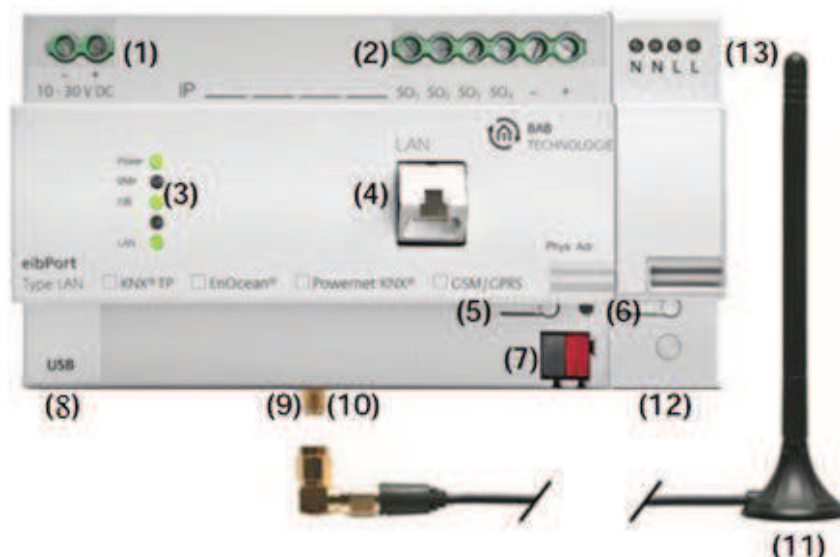

Figura 1: Visión general de dispositivo
Conecte la fuente de alimentación, respetando la polaridad, en la clema de conexión (figura 1, (1)).
Para programar el eibPort es necesario acceder a través de LAN. Esto puede hacerse tanto usando una red existente LAN o mediante conexión directa. Conecte el cable de red (LAN) en el conector RJ 45 (figura 1, (4)).
- ✓ Asegurar un buen conexionado del conector KNX (figura 1, (7)).
- ✓ Una el acoplador de PowerNet con la alimentación (figura 1, 13)
- ✓ Atornille el SMA en el conector de SMA para ajustarlo (figura 1, (9, 10)).
- ✓ Atornille el enchufe de SMA en el conector de SMA para ajustarlo (figura 1, 9, 10).
- ✓ Conecte el dispositivo 1-Wire /bus a la Terminal USB (Figura 1, (7)). Por cada adaptador de bus 1-wire, una red 1-wire puede conectarse al eibPort. Para la mayoría de las aplicaciones el cable de telecomunicaciones J-Y (ST) Y 2x2x0,8 mm (BUS KNX) es el adecuado.
Cuando todas las conexiones se han realizado correctamente, el dispositivo puede ser alimentado. Por favor, espere hasta que el dispositivo haya arrancado por completo antes de verificar la correcta instalación. La fase de arranque tarda aproximadamente 2 minutos. Compruebe los LED de señal (figura 1, (3)).